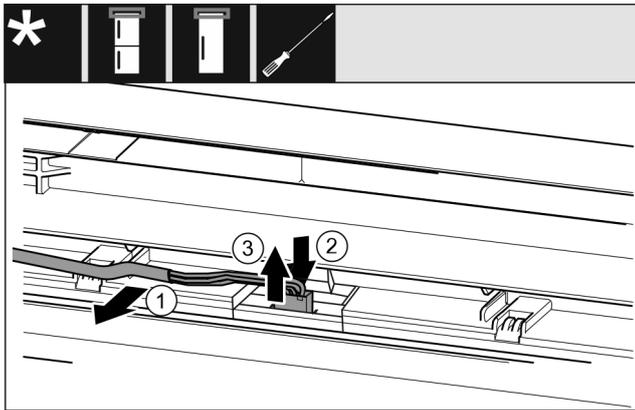

Fig. 20
- ▶ Løsne den grå kabelen forsiktig ut av føringen i døren. Fig. 20 (1)
- ▶ Trykk platen bak pluggen bakover. Fig. 20 (2)
- ▶ Trekk pluggen forsiktig opp og ut. Fig. 20 (3)